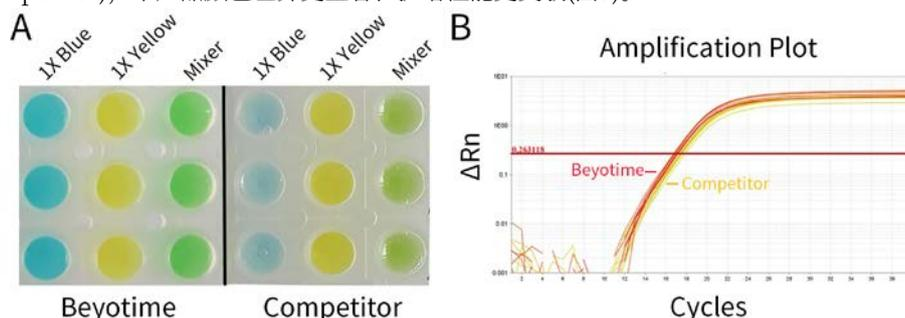

图3. 碧云天BeyoFast™ SYBR Green qPCR Mix (含示踪染料)系列产品与国内同类产品(Competitor)的颜色差异与检测效果对比
- 相对于同类产品(Competitor), 本产品颜色差异更显著、扩增性能更灵敏(图3)。